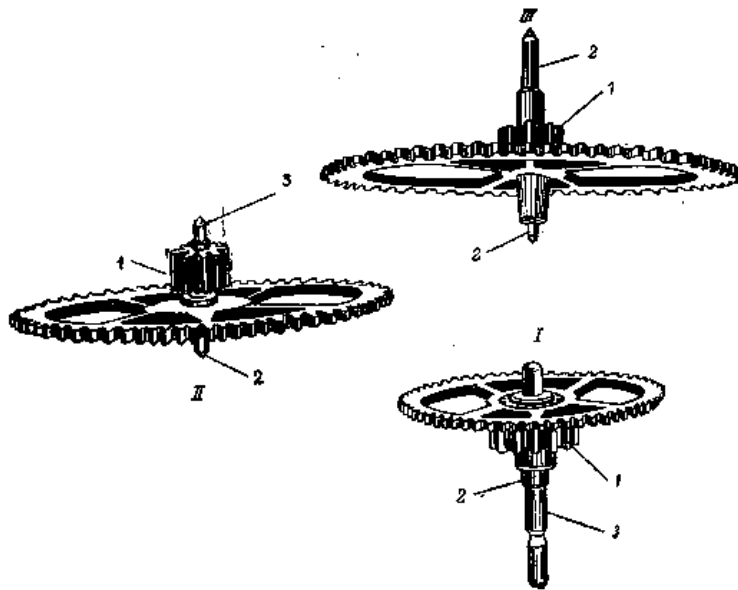

Рис. 4. Зубчатая передача:
- 3) зубчатая передача (рис. 4);